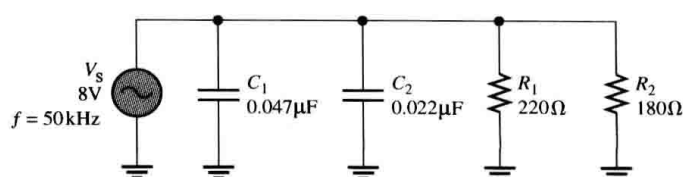

图 10-73
19. 对于图 10-73 中的并联电路, 求每条支路的电流和总电流, 并求电源电压与总电流之间的相位角。